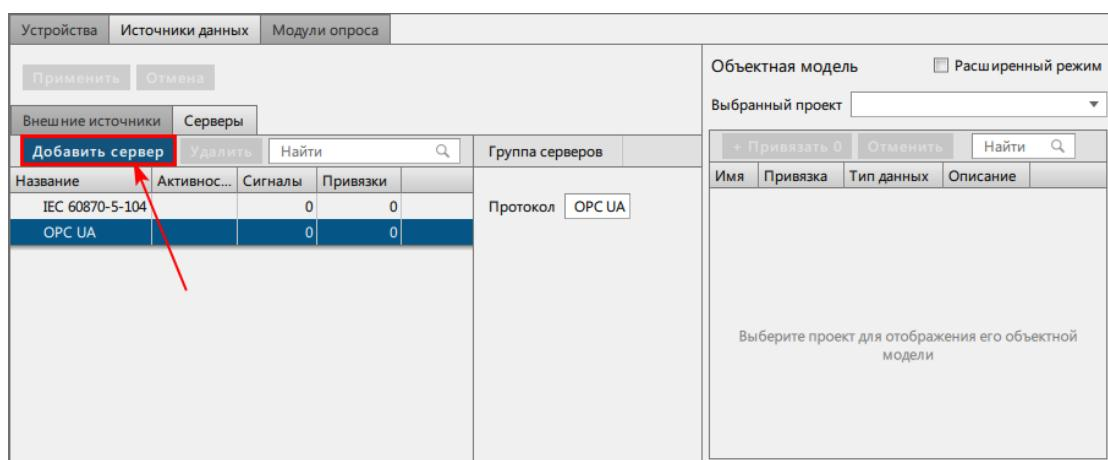

Рисунок 223 - Добавить сервер
- Выполните добавление источника: Источники данных → Серверы → OPC UA → Добавить сервер (Рисунок 223).